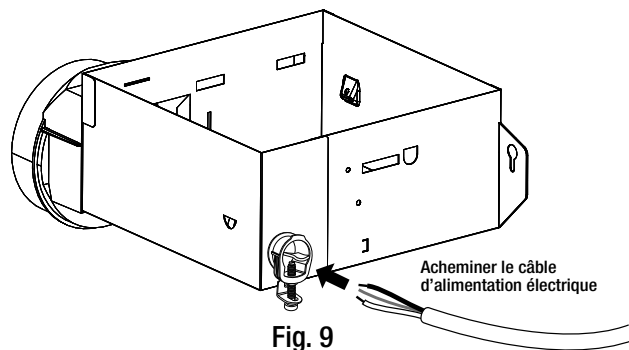

Fig. 9
- Installer un serre-câble (non fourni) dans le trou de câblage du boîtier du ventilateur. Voir la figure 9.
- Passer le câble d'alimentation électrique à travers le serre-câble. Voir la figure 9.